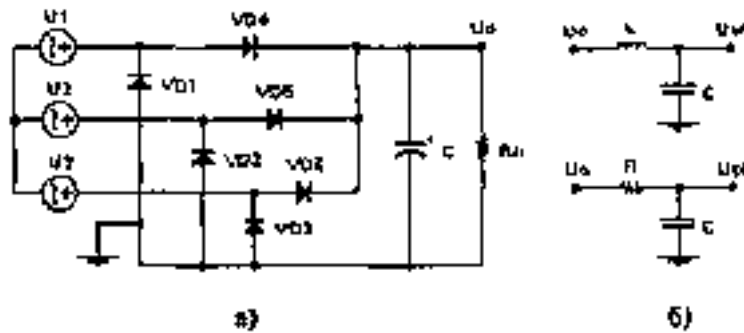

Рис. 3. Трехфазный мостовой выпрямитель (а) и индуктивно-емкостный и реостатно-емкостный фильтры (б)
Трехфазная мостовая схема (рис. 3, а) обладает наилучшим коэффициентом использования мощности трансформатора, наименьшим обратным напряжением на диодах и высокой частотой пульсации выпрямленного напряжения. Схема применяется в широком диапазоне выпрямленных напряжений и мощностей.
Г-образный индуктивно-емкостный (LC) фильтр (рис. 3, б) применяется в источниках средней и большой мощности, поскольку падение напряжения на фильтре можно сделать сравнительно малым и тем самым обеспечить более высокий КПД.
Г-образный реостатно-емкостный фильтр (рис. 3, б) применяется при малых выпрямленных токах (менее 15...20 мА) и небольших значениях коэффициента сглаживания. Такой фильтр является достаточно дешевым, имеет малые размеры и вес. Его недостатком является низкий КПД из-за большого падения выпрямленного напряжения на сопротивлении фильтра.